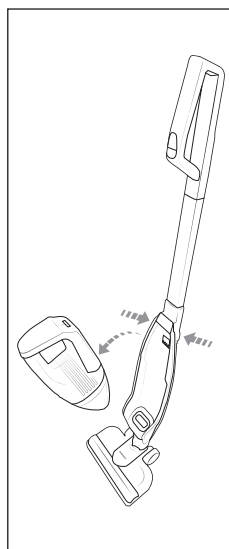

Fig. 4
- 3) Para soltar a unidade portátil **2** do cabo vertical **11**, pressione simultaneamente os dois botões de desbloqueio **13** (fig. 4).
- 4) Agarre a unidade portátil **2** pela pega **1** e puxe-a para cima/para a frente da cavidade para a unidade portátil **14** (fig. 4).